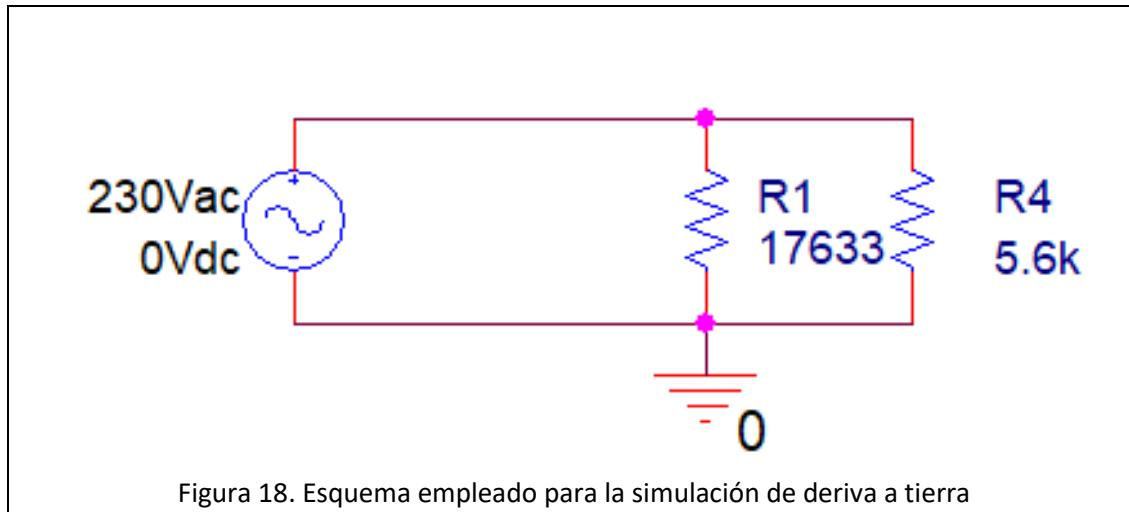

Figura 18. Esquema empleado para la simulación de deriva a tierra
- Esquema de deriva a tierra: Para esta simulación se usó un circuito parecido al de la Figura 13, pero sin el propio interruptor diferencial. Este esquema se puede ver en la Figura 18.